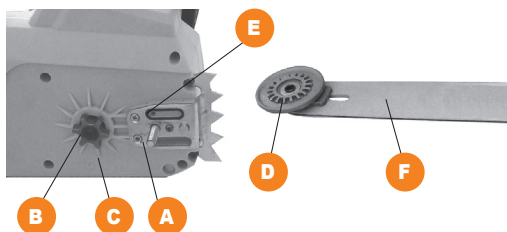

Рис. 2
4. Надіньте на шину F (Рис. 2) пиляльний ланцюг (1) (Рис. 1), перевіривши правильність розташування зубів ланцюга.
Якщо слідів масла не видно, необхідно прочистити в корпусі редуктора вихідний отвір для масла E (Рис. 2) та відповідний отвір у шині E1.